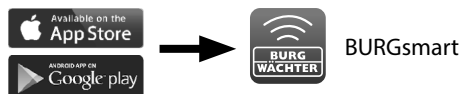

Abb. 1
- Um Ihr neues Schließsystem einrichten zu können, müssen Sie sich zunächst die App *BURGsmart* herunterladen. Diese ist im iOS App Store und bei Google Play zu finden (Abb. 1).